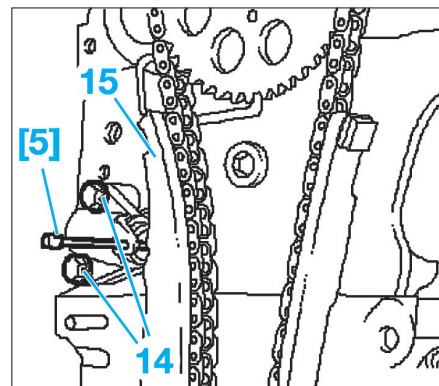

FIG. 12
- Comprimer le tendeur de chaîne et le bloquer à l'aide de l'outil [5] (Fig.12).
- les 2 vis (14) puis le tendeur de chaîne,
- le patin tendeur de chaîne (15).